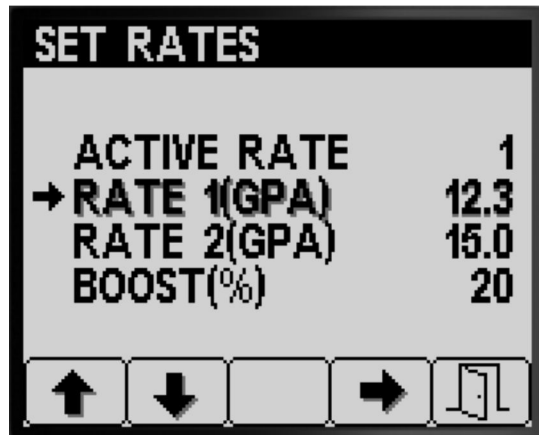

図 6
1. ボタン 1 と 2 でRATE 1 または RATE 2 へ移動図 6。
2. ボタン 4 はレートの選択図 6。